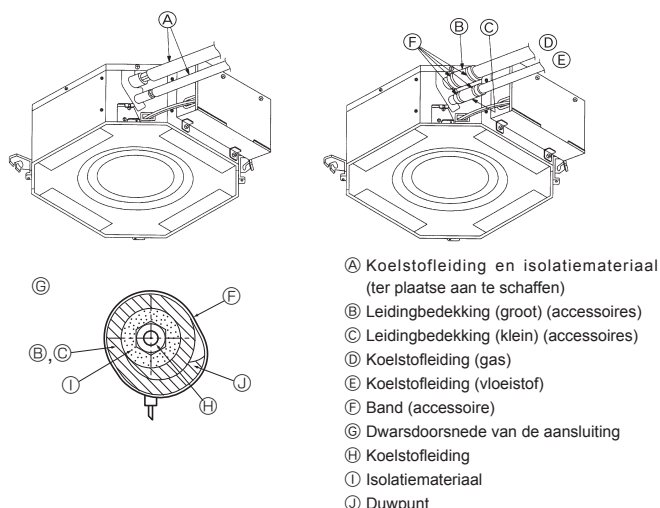

Fig. 5-8
5.4. Leidingen aansluiten (Fig. 5-8)